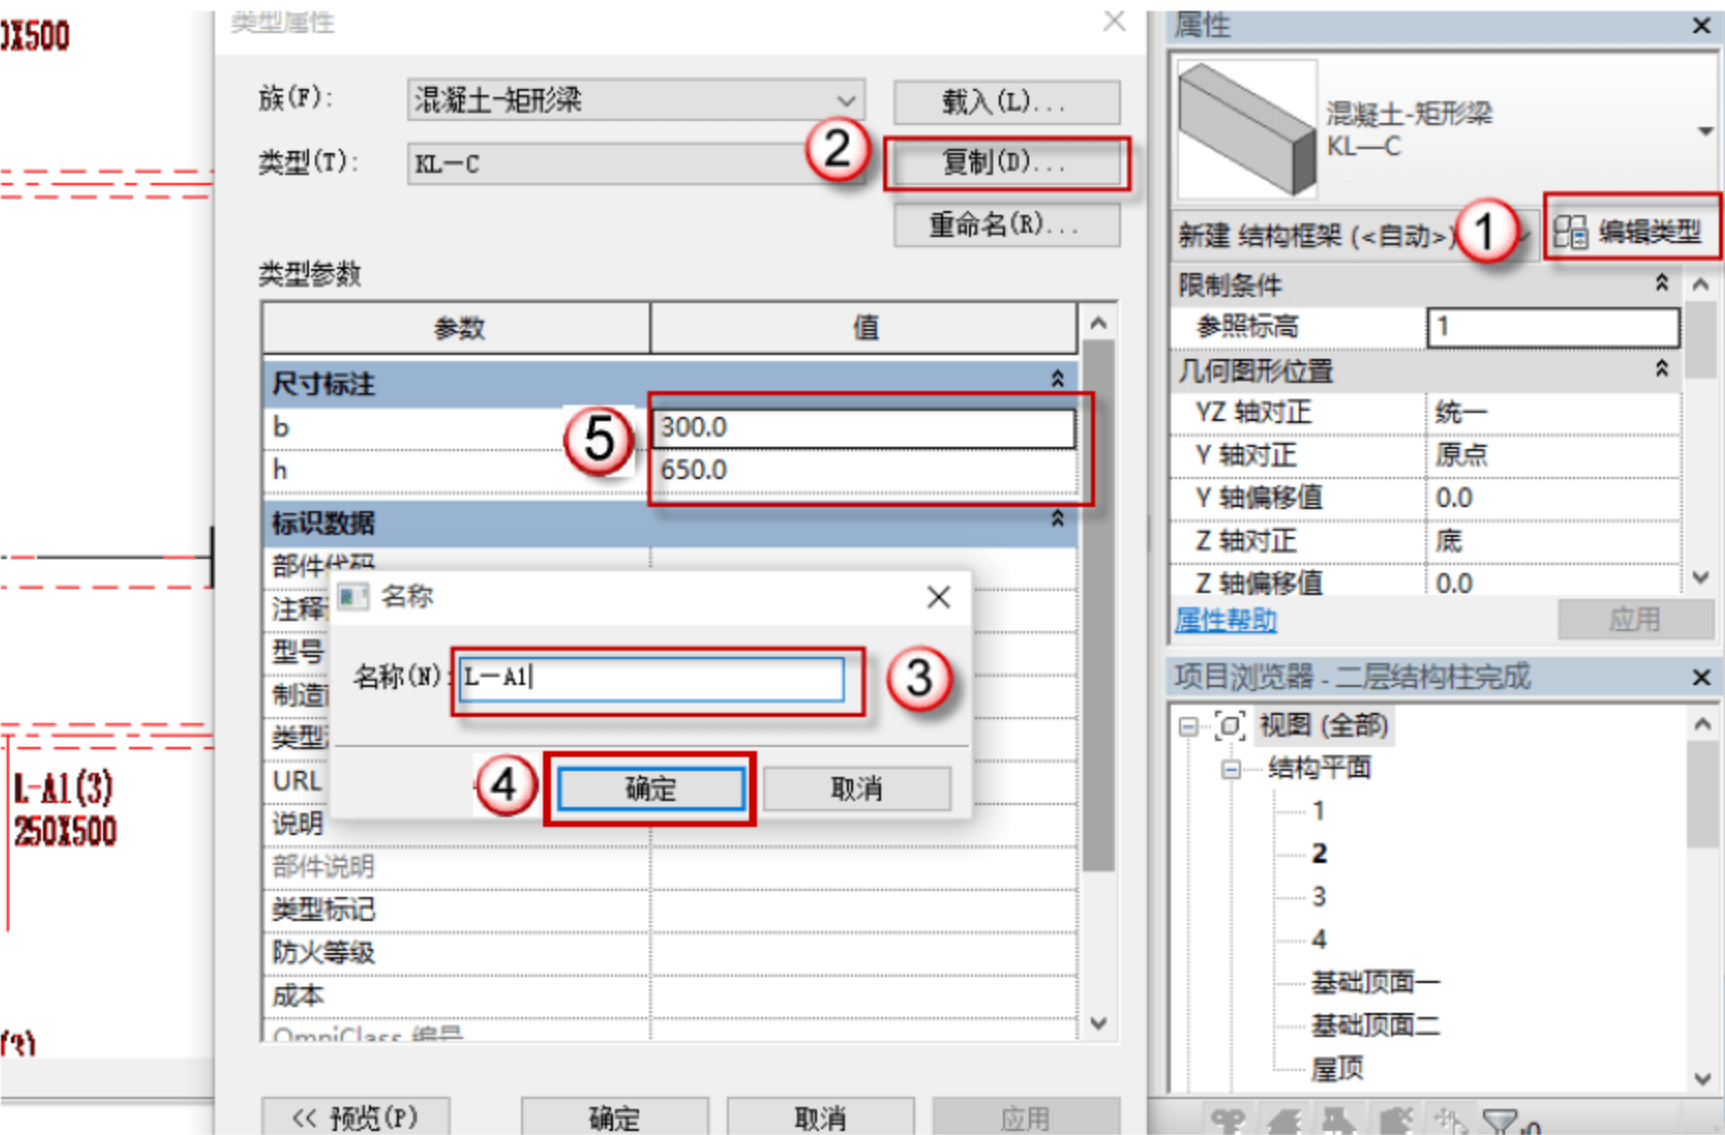

图 4.2.52 设置 L-A1 参数
(2) 设置矩形梁 L-A1 参数，按快捷键 B+M，出现绘制的界面，单击“编辑类型”按钮，在弹出的对话框中单击“复制”按钮，再在弹出的对话框中命名新的族 L-A1，单击“确定”按钮。在“尺寸标注”栏设置参数，如图 4.2.52 所示。